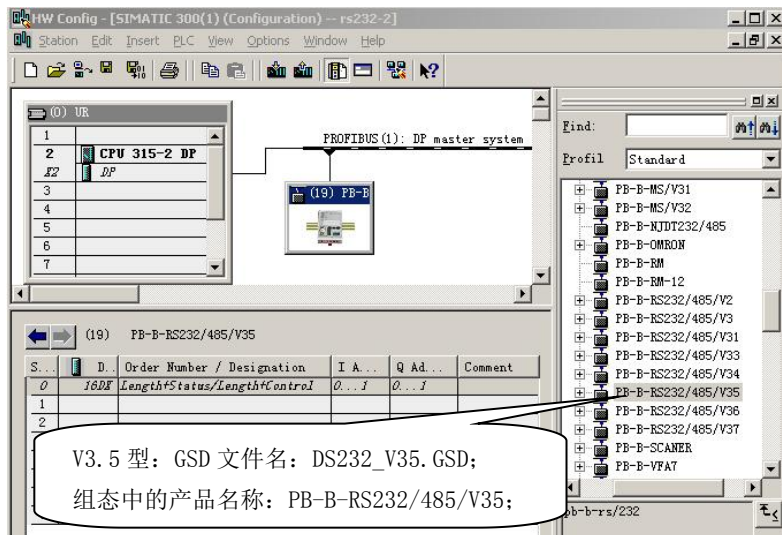

图 0-2
- ① 按字符间隔接收：当接收到一个字符后连续 3.5 个字符时间（与波特率、字符位数和有无校验有关）没有接收到下一个字符时，认为报文结束。
- ② 按长度接收：按照用户给定的接收报文长度来控制接收报文结束。
3. 关于 GSD 文件：V3.5 型产品 GSD 文件是 DS232_35.GSD，见下图 0-2 所示：